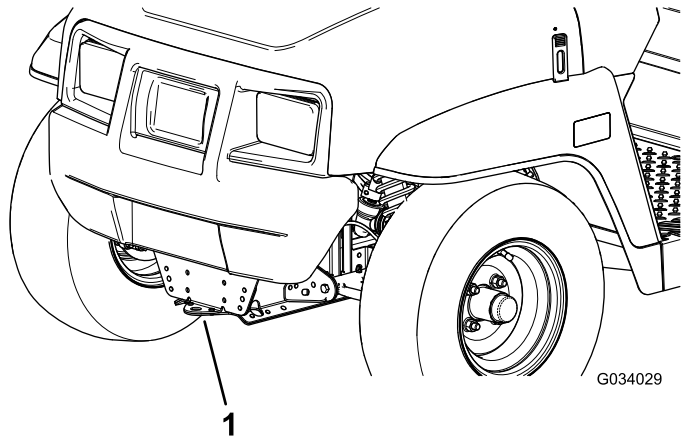
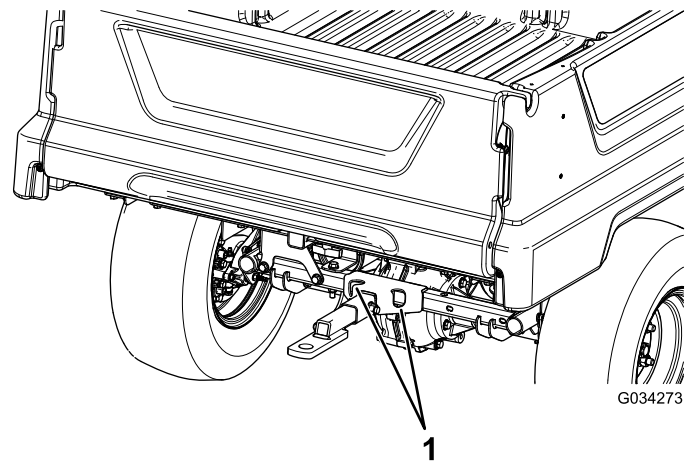

Bild 21
Bild 22
Stellen Sie sicher, dass die Maschine am Anhänger befestigt ist. In Bild 21 und Bild 22 finden Sie die Vergurtungsstellen der Maschine.
2. Befestigen Sie ein Abschleppseil an der Zunge vorne am Maschinenrahmen (Bild 21).